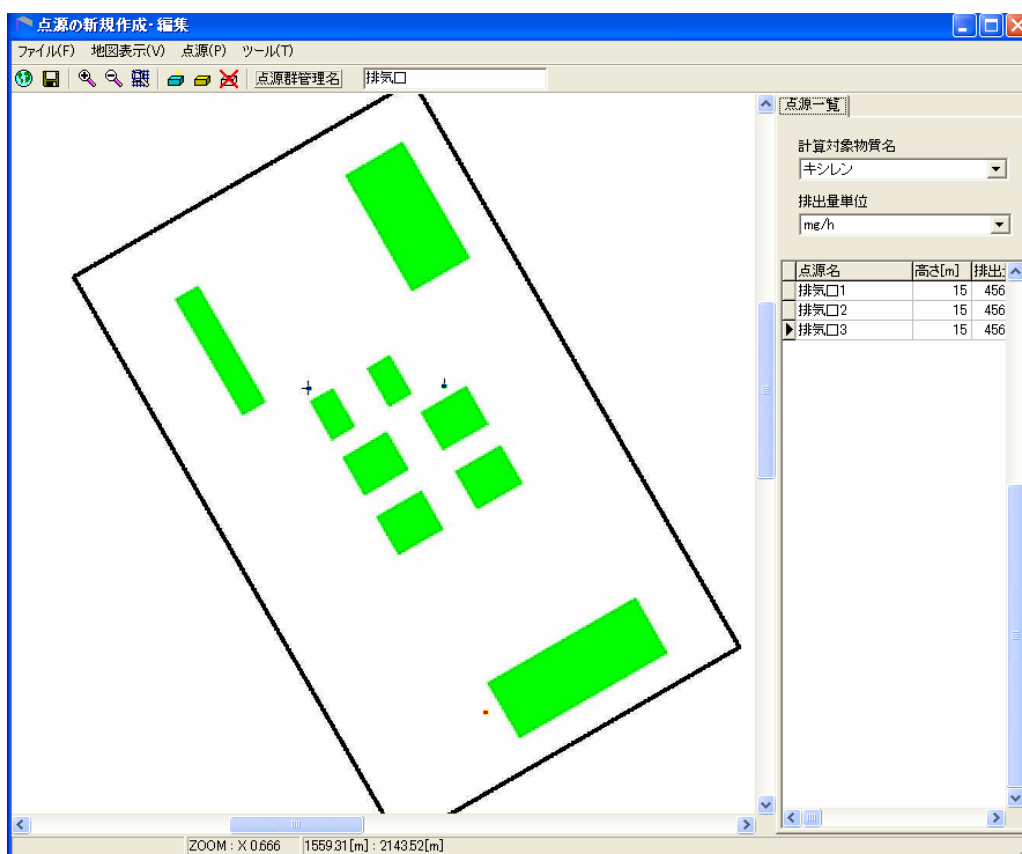

図 6.5-20 点源の登録 (2)
- 10) 点源の数だけ繰り返します (図 6.5-20)。